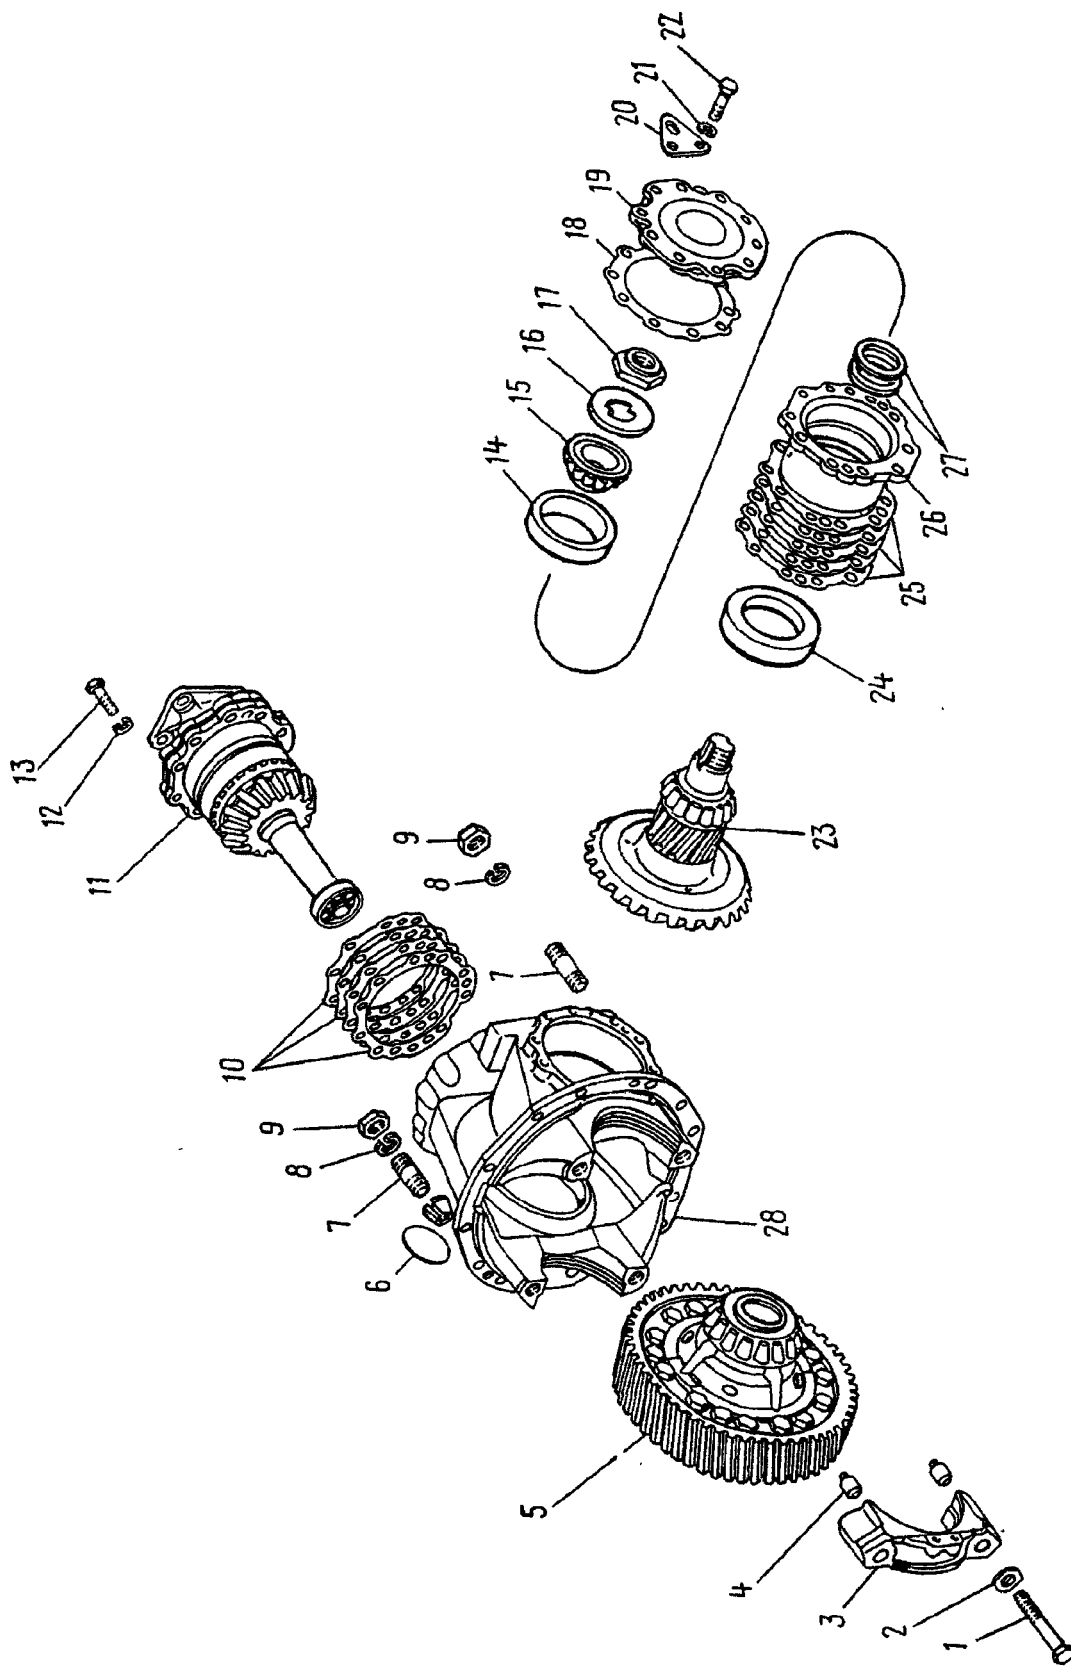

Рис. 203. Главная передача переднего моста.
28. Отверните гайки 9 (рис. 203) крепления главной передачи к картеру моста, снимите пружинные шайбы 8 со шпилек 7	Ключ 22 мм
31. Распорите и выверните болты 1 (см. рис. 203) крепления крышек подшипников дифференциала, снимите стопорные пластины 2, снимите крышки 3, снимите гайки подшипников	Ключ 27 мм, молоток, зубило
42. Выверните болт 13 (см. рис. 203) крепления крышки стакана подшипников ведущего конического зубчатого колеса, снимите пружинные шайбы 12	Ключ 19 мм